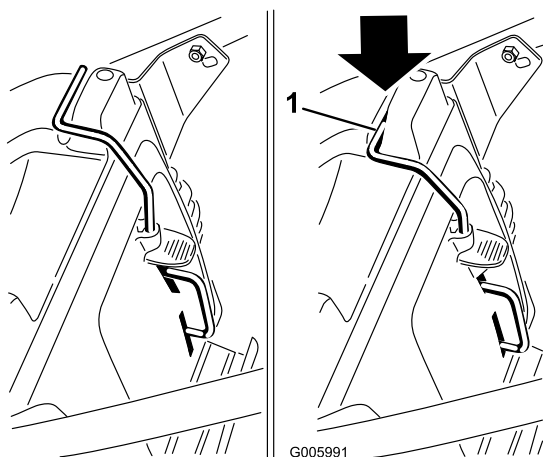
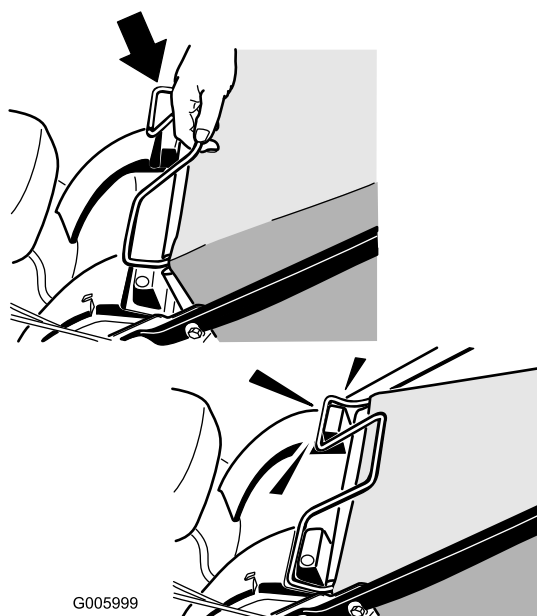

Figura 21
Figura 22
1. Installate il tappo mulching (Figura 21) o il cesto di raccolta (Figura 22) sul tosaerba.